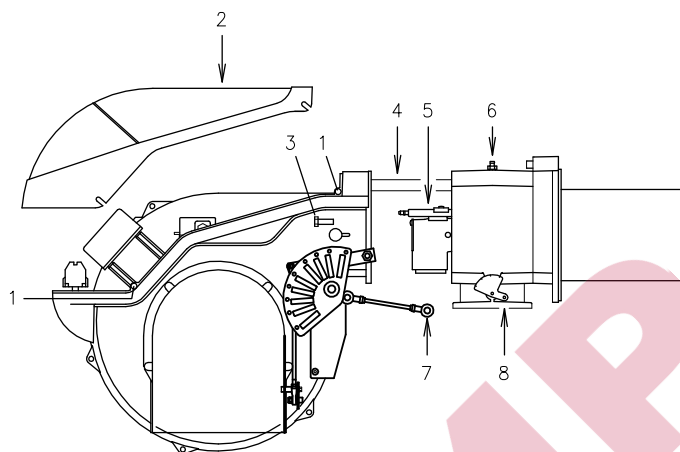

рис. 39
- Отсоедините кабели электрода ионизации и электрода розжига, а затем полностью отведите горелку назад. Теперь можно извлечь газораспределитель 5), снова повернув винт 6) (рис. 39).